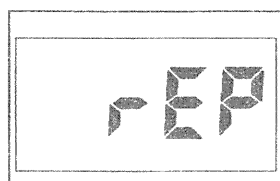

図 4-2
- ▲キーまたは▼キーを押して  (図 4-2) を選択します。